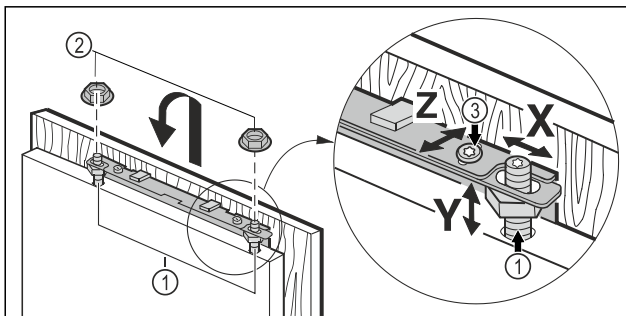

Fig. 20
- ▶ Haka fast möbeldörren i justeringsstiften Fig. 20 (1) och skruva fast stoppmuttrarna Fig. 20 (2) löst på justeringsstiften.
- ▶ Rikta in möbeldörren i höjd **Y** och lutningen åt sidan: Ställ in justeringsstiften Fig. 20 (1) med en skruvmejsel.
- ▶ Dra åt stoppmuttrarna Fig. 20 (3).